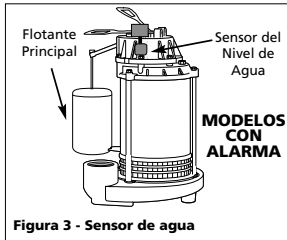

Figura 3 - Sensor de agua
- La unidad debe conectarse a un tomacorrientes tal como se ilustra en la Figura 3. NO conecte la unidad a un tomacorrientes que esté invertido. Ésto podría ocasionar que se desconecte. Si el tomacorrientes está invertido, un electricista calificado debe reconectarlo antes de conectar la unidad.
- La alarma se activa cuando el agua eleva el sensor a cierto nivel (Vea la Figura 3).